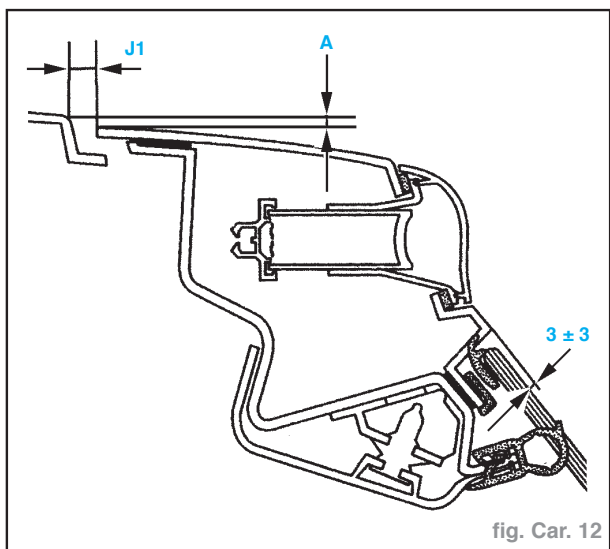

fig. Car. 12
- Pré régler le désaffleurement entre le hayon et le pavillon (**A = 1,2 à 4 mm**) (fig. Car. 12).